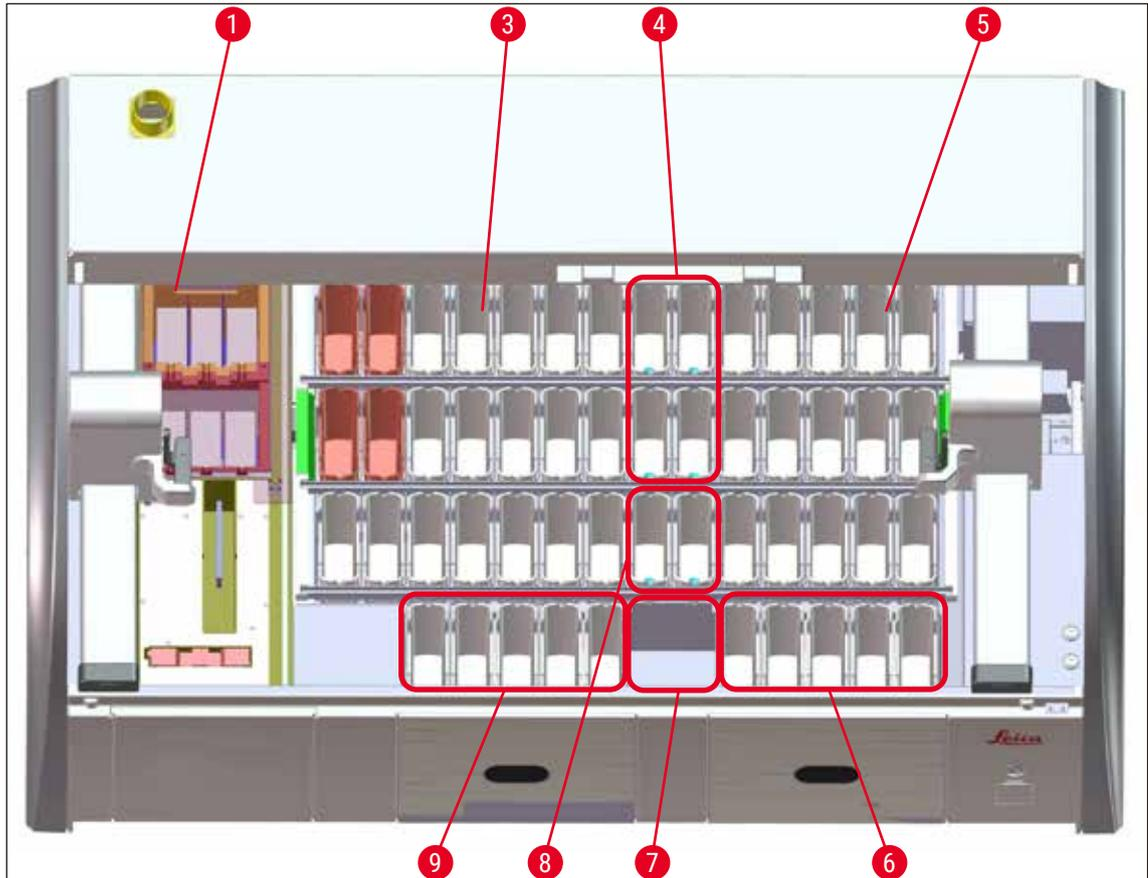

図 65
- 複製ステーション（元のステーションと複製したステーション）は容器フィールドの同じ側にあることが必要です（→「図 40」）（→「図 65」）。これを守らなかった場合、槽の配置の変更結果を保存できません。
- (→「図 65」) は、容器フィールドに配置されたさまざまなステーションの一覧です。